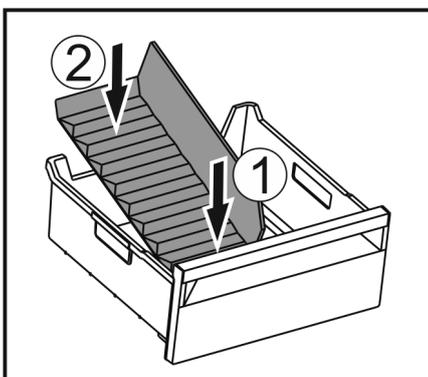

Fig. 73
- ▶ Vorderen Teil des Eisfach-Trenners einsetzen. Fig. 73 (1)
- ▶ Hinteren Teil des Eisfach-Trenners bis zum Schubfachboden absenken. Fig. 73 (2)